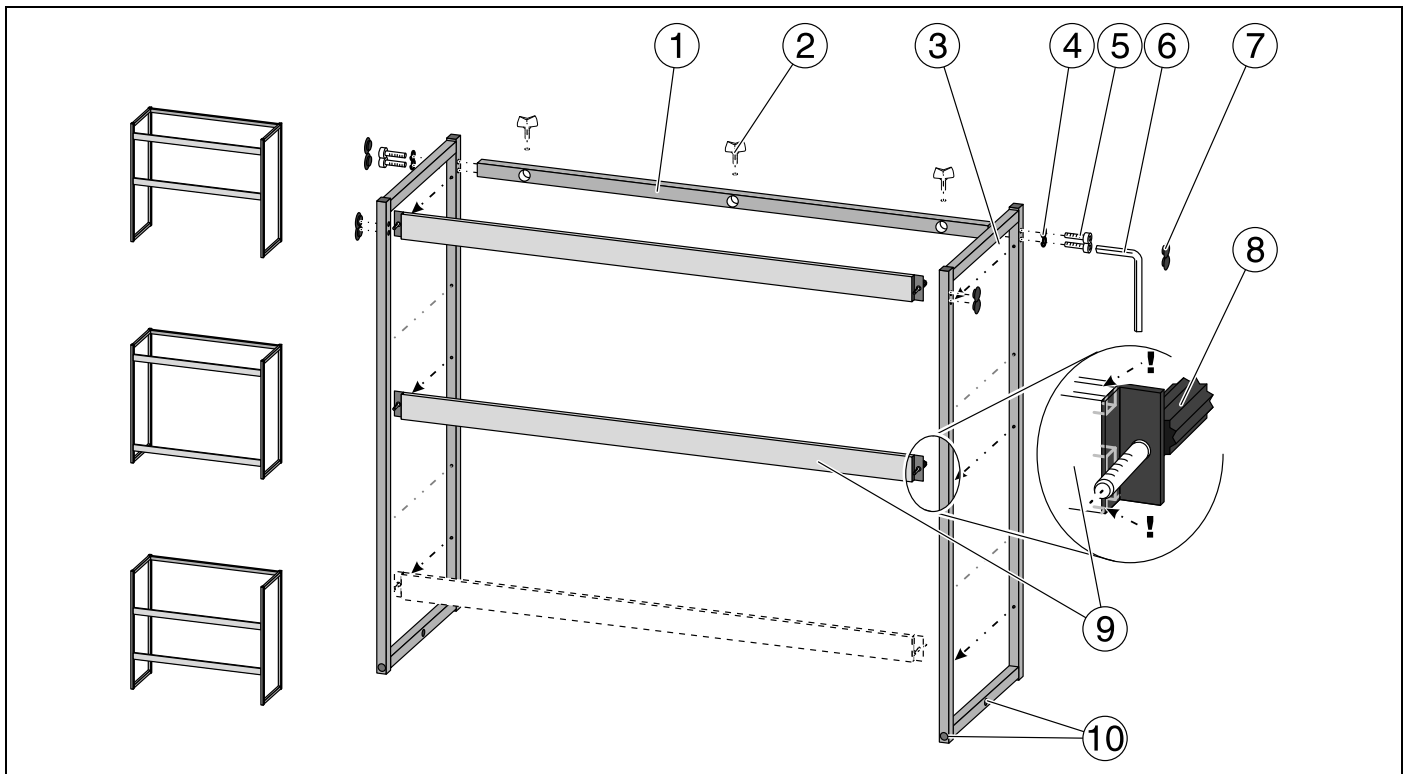

Fig. 2
Ne fixer les rails profilés ⑨ au cadre que de façon à ce que l'encoche avec brosse (voir agrandissement à la fig. 2) soit tournée vers le bas pour qu'une suspension fiable soit garantie.
Fijar los raíles de perfil ⑨ al bastidor de manera que la muesca profunda con cepillos (véase la sección aumentada de la Fig. 2) apunte hacia abajo, de otro modo no se asegura un encajamiento correcto.
### 301 300 Cadre de démonstration et d'expérimentation (fig.2)
### 301 300 Bastidor de demostración experimental (Fig. 2)
Monter le cadre de démonstration et d'expérimentation ainsi que représenté à la fig. 2. Bien serrer les vis avec la clé pour vis hexagonales creuses. Particulièrement veiller à ce que les rails profilés soient vissés avec la rainure vers le haut (encoche avec les brosses vers le bas).
Montar el bastidor de demostración experimental según la Fig. 2. Ajustar fijamente los tornillos con la llave de cubo. En particular observar que los raíles de perfil sean atornillados con la ranura hacia arriba (la muesca con cepillos hacia abajo).